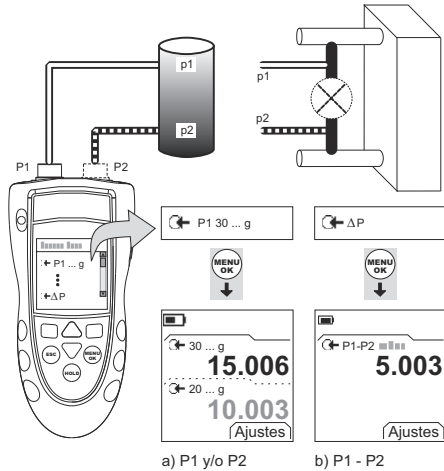

Figura 2: Ejemplo de configuración - Medición de presión
1. Conecte el instrumento (Figura 2) y, si es necesario, ajuste la opción Configurar (Tabla 1).
Los ejemplos de la Figura 2 muestran:
1. Conecte el instrumento al patrón de presión (Figura 2).